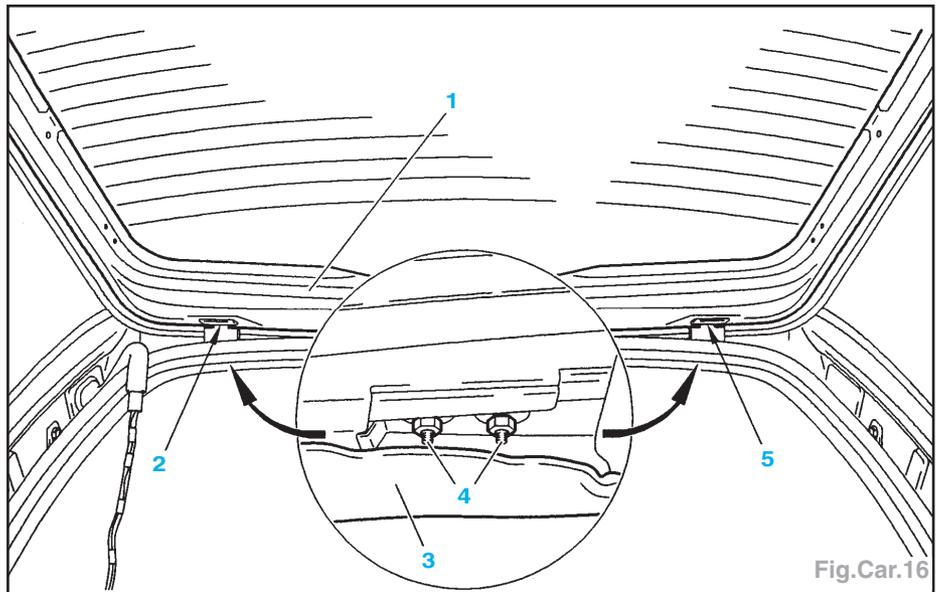

Fig.Car.16
- Déposer (Fig.Car.16) :
- les vis (2) et (5),
- le hayon (1).